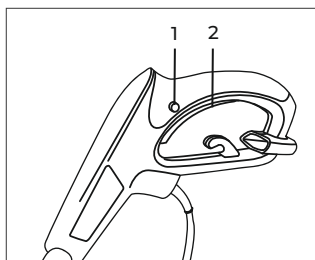

Рис. 6
1. Нажмите на кнопку разблокирования (рис. 6, поз. 1) и удерживайте ее в рабочем положении.
2. Нажмите на выключатель (рис. 6, поз. 2), чтобы запустить устройство, затем отпустите кнопку блокировки.
3. Отпустите выключатель хода/останова (рис. 6, поз. 2), чтобы выключить устройство.